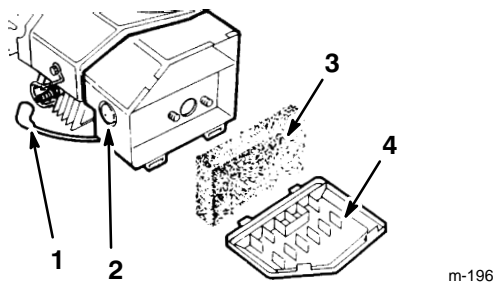

Abbildung 15
2. **START** – Den Grundgeschwindigkeitshebel auf Neutral und den Gasregler auf **|N|** (CHOKE) stellen. Das Loch in der Mitte der Kaltstarthilfe (Abb. 15) mit dem Daumen verschließen und einmal drücken. Einen Fuß auf das Rasenmähergehäuse stellen und den Rückspulstarter ziehen, bis Widerstand spürbar wird. Dann kräftig ziehen, um den Motor zu starten. Sobald der Motor angesprungen ist, Gas und Grundgeschwindigkeit auf Wunsch einstellen.
1. Motor abstellen und das Kabel von der Zündkerze abziehen (Abb. 15).
1. Den Motor abstellen und das Kabel von der Zündkerze abziehen (Abb. 15).
1. Den Motor abstellen und warten, bis alle Teile stillstehen. Das Kabel von der Zündkerze abziehen (Abb. 15).